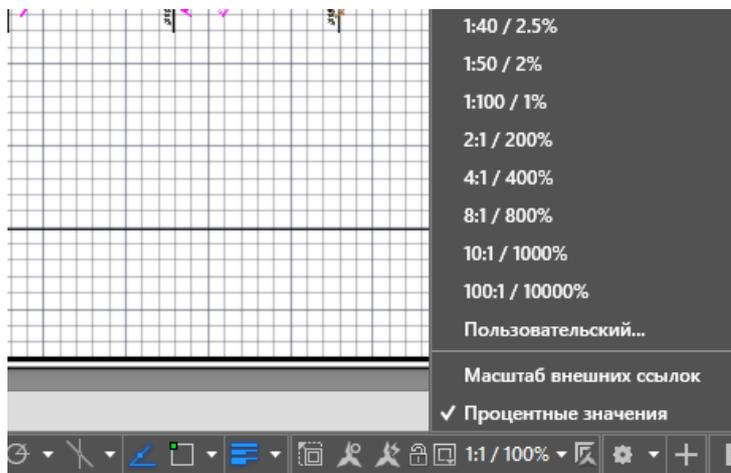

Рис. 2.2.2 Выбор масштаба геометрии видового экрана
2. Нажав и удерживая ролик мыши двигаем пространство модели, размещая геометрию по листу. Если необходимо выбрать масштаб, в нижней части панели выбираем требуемый (рис.2.2.2.)